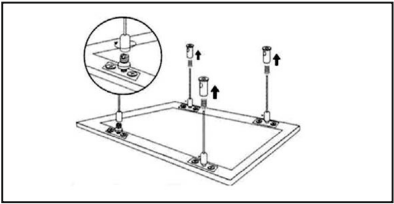
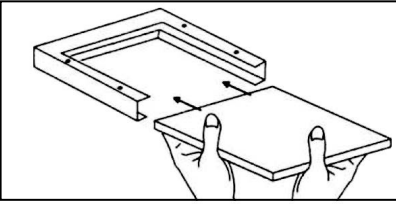

Рис. 3
Рис. 4
- 5.10 Конструкцией осветительного прибора предусматривается как подвесное (рис.4), так и стационарное крепление. Стационарное встраиваемое путём установки на Т-профиль (рис.3) и стационарное накладное с помощью каркасной рамы (рис.5).